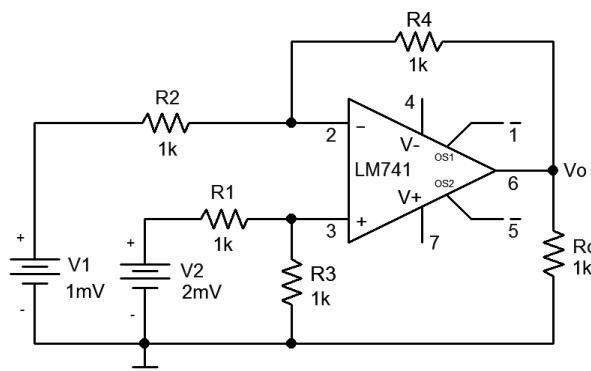

Figura 7.
**Questão 8** – Obter a expressão da tensão de saída do circuito subtrator da Figura 7. Qual é o valor da tensão  $V_o$ ? Dados:  $R_1 = R_2 = R_3 = R_4 = 1 \text{ k}\Omega$ ,  $V_1 = 2 \text{ mV}$  e  $V_2 = 1 \text{ mV}$ . Resp.:  $V_o = 1 \text{ mV}$ .